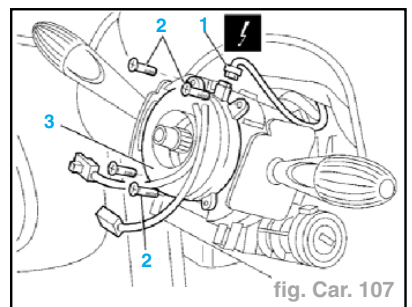

fig. Car. 107
- Débrancher la connexion électrique (1).
- Dévisser les vis (2).
- Déposer le câble en spirale (3) (fig. Car. 107).